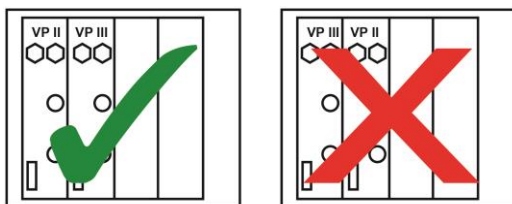

Fig. 3 Posiciones de medición de los módulos ViscoPump II y III en AVS® 370
**⚠ El AVS® 370 también puede funcionar con módulos ViscoPump II, la generación anterior de ViscoPump. También es posible una configuración mixta con los módulos ViscoPump II y III. Si utiliza una configuración mixta, tenga en cuenta: Los módulos ViscoPump II sólo pueden utilizarse en las primeras posiciones de medición, es decir, en las ranuras situadas a la izquierda de los módulos ViscoPump III (véase  Fig. 3). ¡Si los módulos ViscoPump se colocan en un orden incorrecto, se producirán errores de transmisión durante la comunicación RS!**